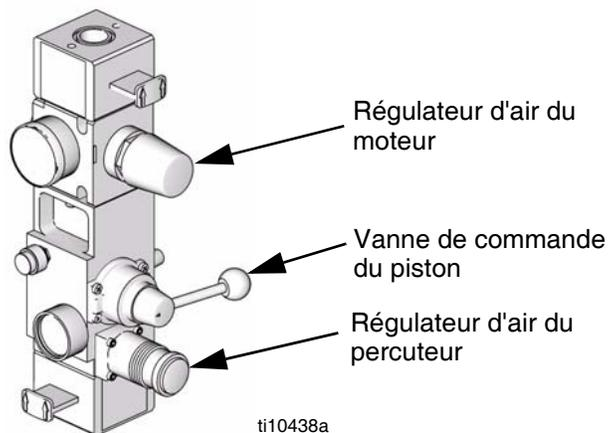

Fig. 7
10. Utilisez le régulateur d'air du moteur (voir FIG. 7) pour contrôler la vitesse de la pompe et la pression du fluide. Toujours utiliser la pression d'air suffisante la plus faible possible pour obtenir les résultats désirés. À une pression supérieure, la buse et la pompe s'useront prématurément.